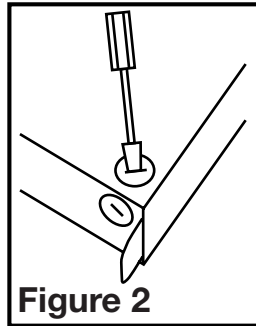

Figure 2
4. Sélectionner l'alvéole défonçable la mieux appropriée et l'enlever à l'aide d'un tournevis à lame plate (**Figure 2**).